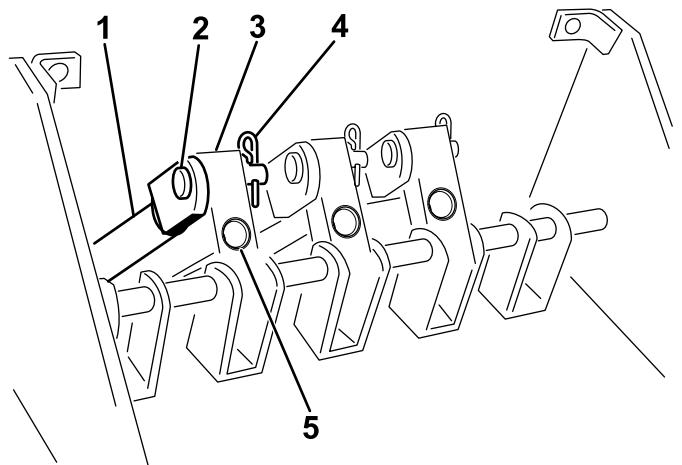
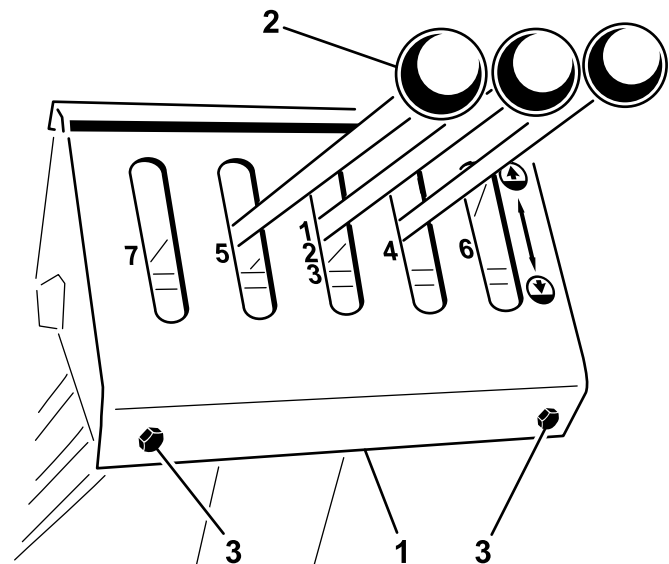

图 7
图 8
4. 用 4 个对应的平头螺丝将控制面板护罩安装到控制塔上图 8。
- 卸下 4 个平头螺丝从控制塔上卸下控制面板护罩图 8。
- 用柱销与开口销将上控制联动装置管固定到枢轴块上图 7。
- 将控制杆拧入枢轴块图 7 和图 8。